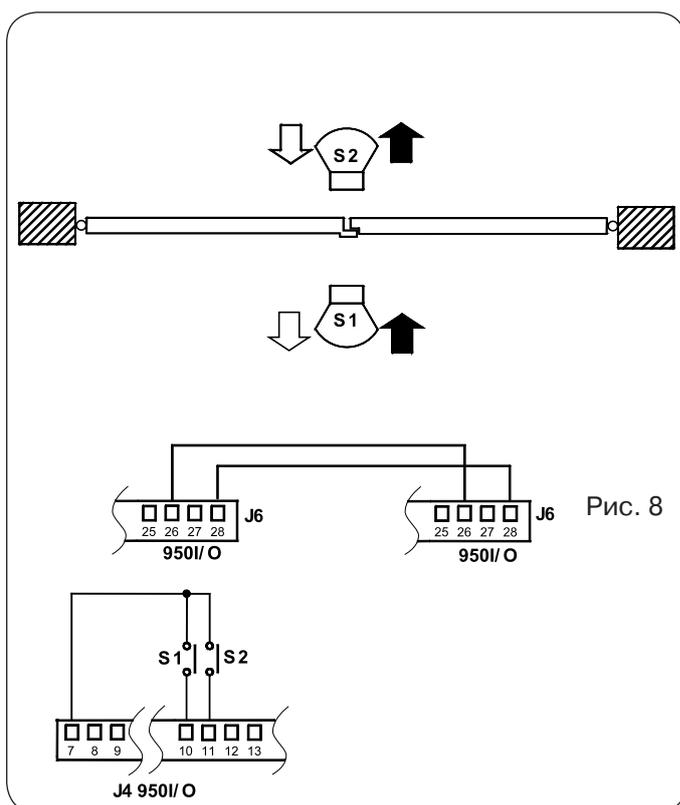

Рис. 8
1. Подсоедините платы 950I/O обеих автоматизированных систем, как показано на рис. 8.